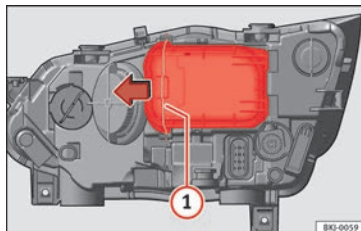

Abb. 111 Im Motorraum: Abdeckung entfernen.
- Verschieben Sie die Strebe **» Abb. 111 1** in Pfeilrichtung und nehmen Sie die Abdeckung ab.